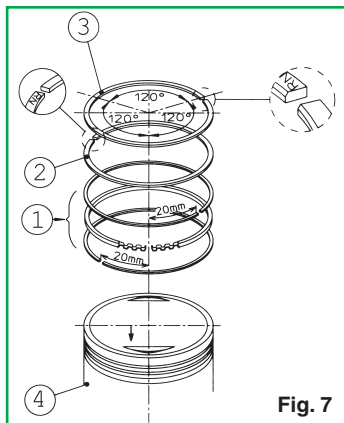

Fig. 7
- Inserire l'espansore del segmento raschiaolio nella apposita cava sul pistone, inserire l'elemento raschiaolio inferiore e successivamente l'elemento raschiaolio superiore completando il montaggio del raschiaolio (Fig. 7 - Part. 1).
- Montare il secondo segmento con la stampigliatura N rivolta verso la parte superiore del pistone come indicato in Fig. 7 - Part. 2.
- Inserire il primo segmento di compressione con la stampigliatura N rivolta verso la parte superiore del pistone come indicato in Fig. 7 - Part. 3.
- Posizionare le aperture dei tagli delle fasce elastiche come indicato in Fig. 7.
- Posizionare il pistone sulla biella e inserire il nuovo spinotto. Accertarsi che la freccia punzonata sul cielo del pistone sia rivolta dal lato scarico (Fig. 7 - Part 4).
- Ricontrollare che le aperture dei tagli delle fasce elastiche siano riposizionate come indicato in Fig. 7.
- Spegner il motore, effettuare un ulteriore spurgo allentando il bullone (Fig. 7).